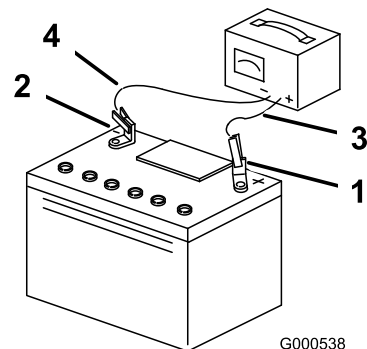

Figura 53
3. Cuando la batería esté completamente cargada, desconecte el cargador de la toma de electricidad, luego desconecte los cables del cargador de los bornes de la batería (Figura 53).